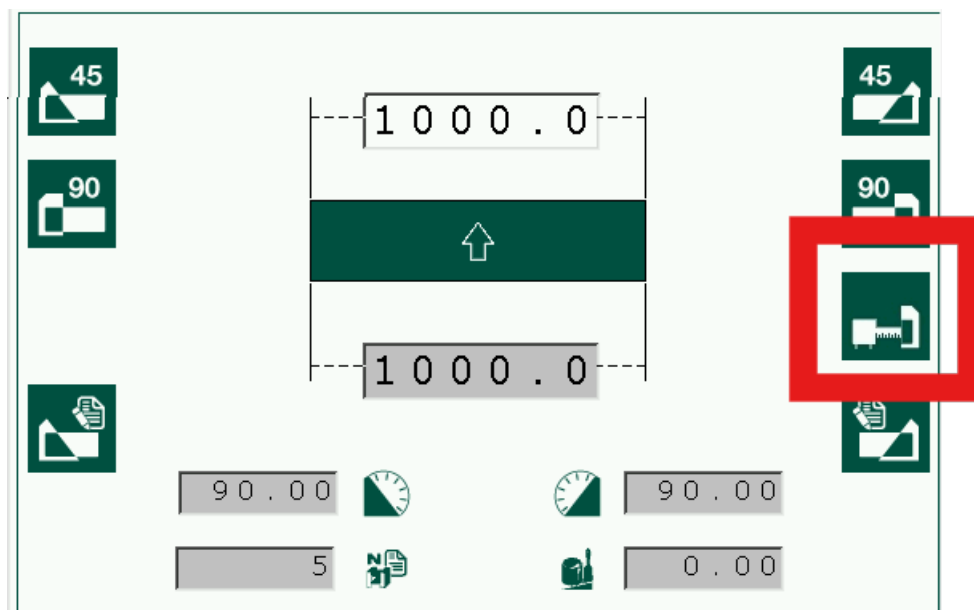

Fig. 08-06
Componentes de identificação do kit (Fig. 08-06)
1. Clicar no ícone relativo ao limite manual presente na tela na **Fig. 08-06**